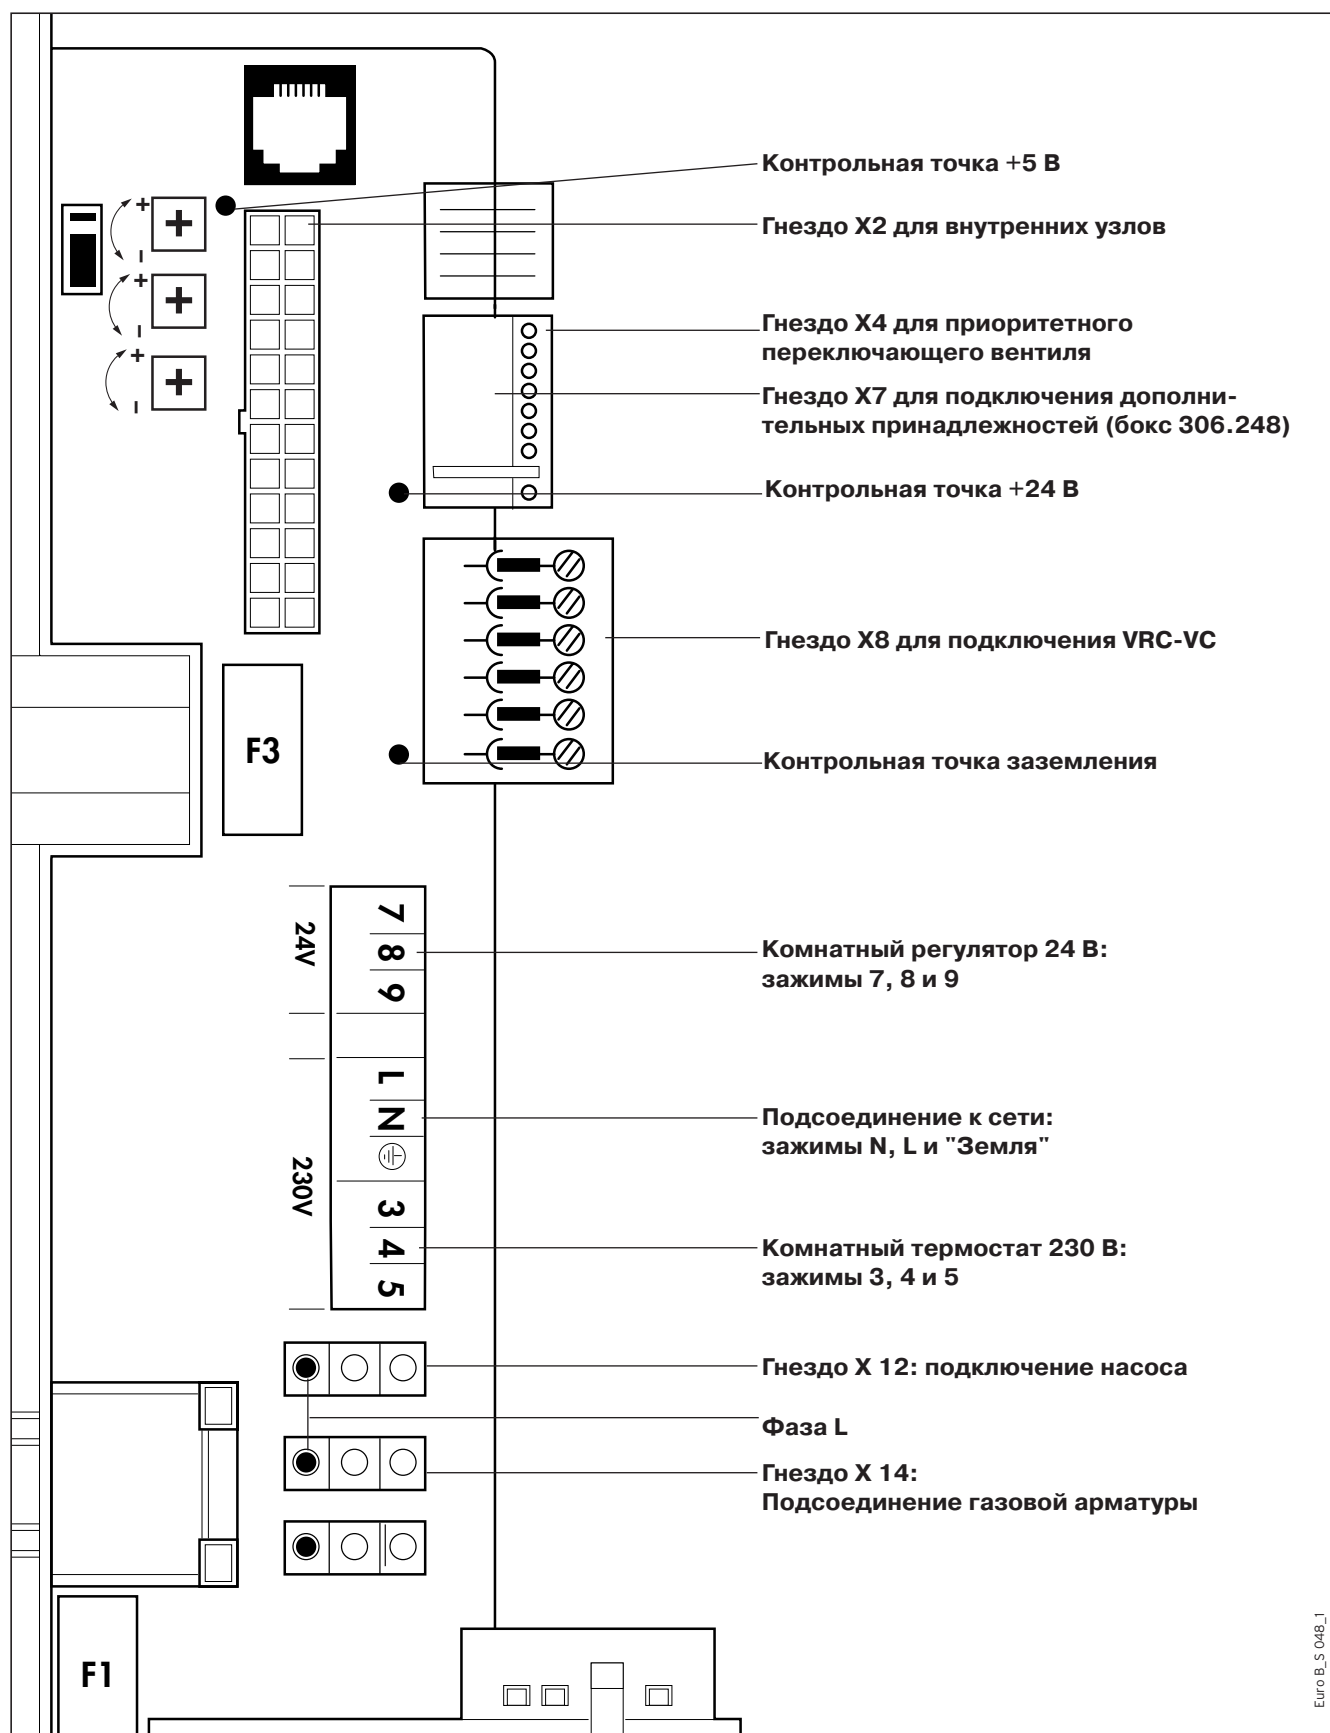

Рис. 3.15 Схема электрических соединений
- Присоедините жилы сетевого кабеля N, L и "Земля" к соответствующим зажимам платы (см. рис. 3.15).
- При необходимости подключите подобным же образом показанные на рис. 3.15, дополнительные принадлежности.